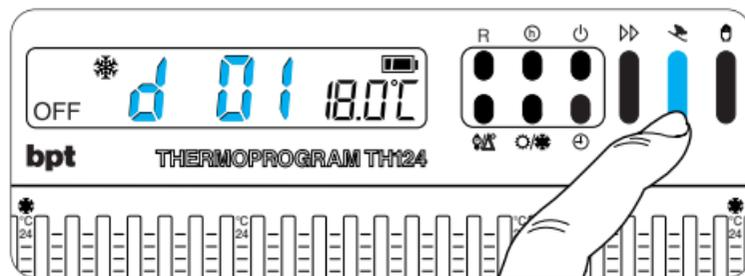

Fig. 43
13.5 - Premere due volte il pulsante  (fig. 43).